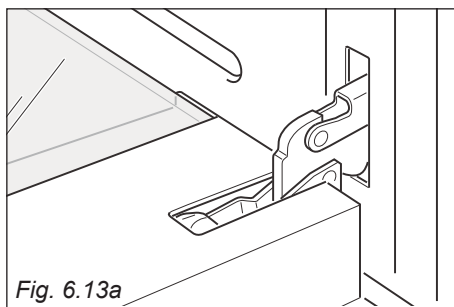

Fig. 6.13a
- Aprire completamente la porta del forno (fig. 6.13a).